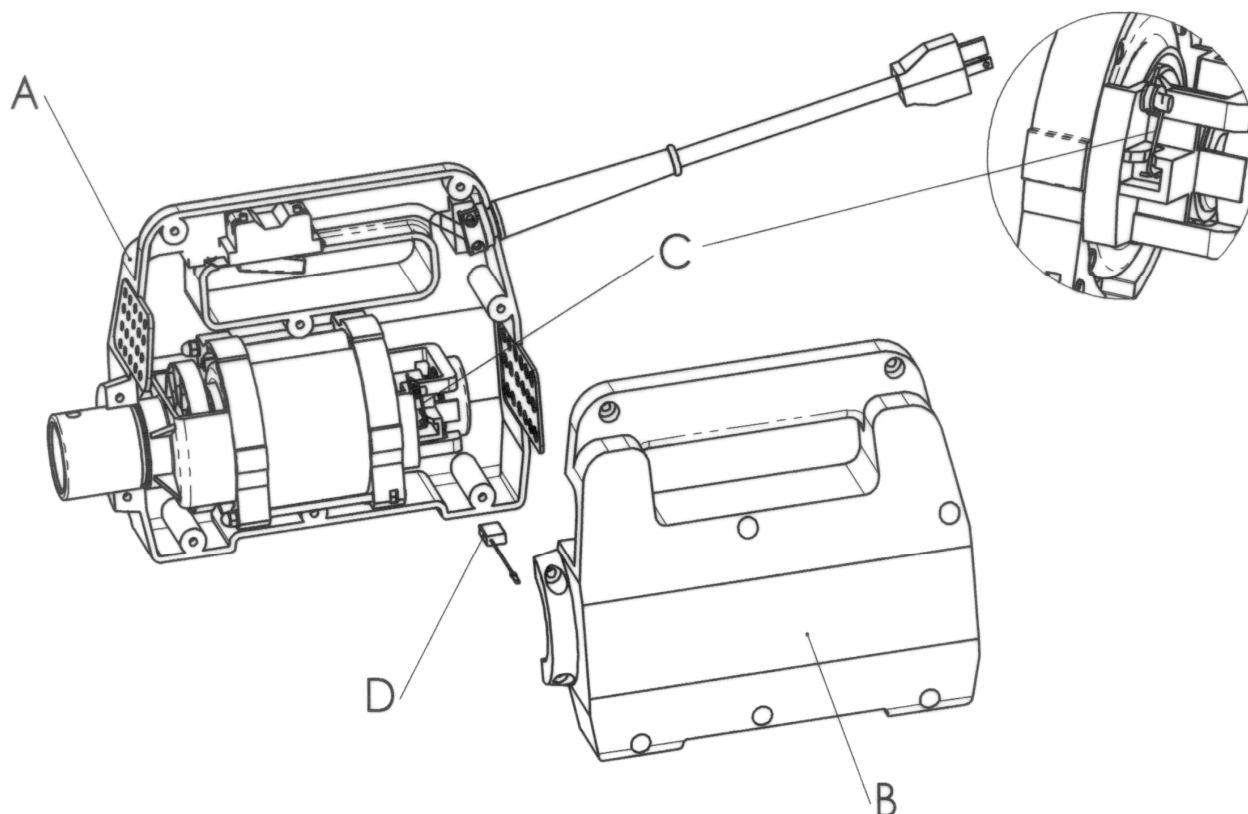

Fig.: 1.10-1
- **Moteur Électrique:** Il faut vérifier l'état de la cheville, câble électrique, interrupteur et roulement. Les balais du moteur c'est le seul élément qui se trouve soumis à usure. Pour vérifier leur état, vous devez ouvrir la couverture **Pos. A** et **B** et ensuite lever la gâchette du ressort **Pos. C** et ôter le balai **Pos. D**. Vérifier et si elle nous montre une usure importante il faut la remplacer. Agir de la même manière pour les deux. (Voir figure 1.10-1).